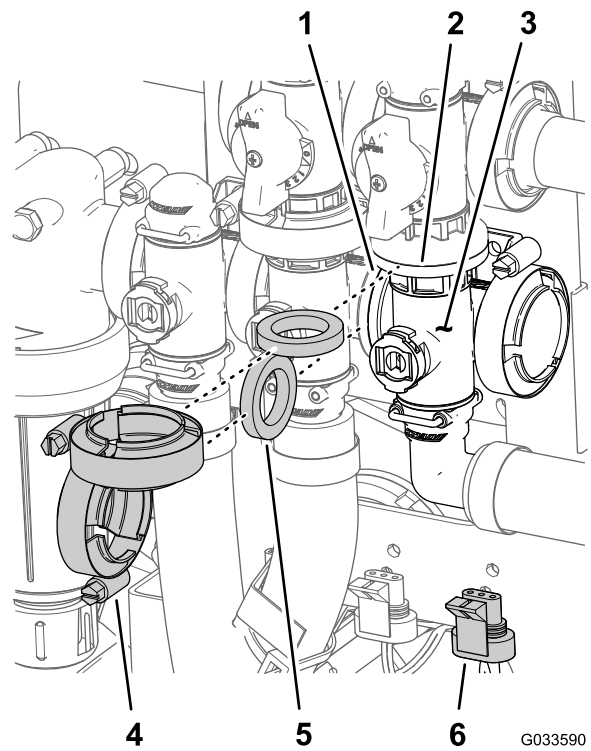

Figure 114
- Retirez les colliers à bride et les joints qui fixent le collecteur de la vanne maîtresse des rampes (Figure 114) à la vanne de dérivation de la vanne maîtresse, la vanne d'agitation et le raccord coudé à bride à 90° (au bout du flexible du débitmètre).